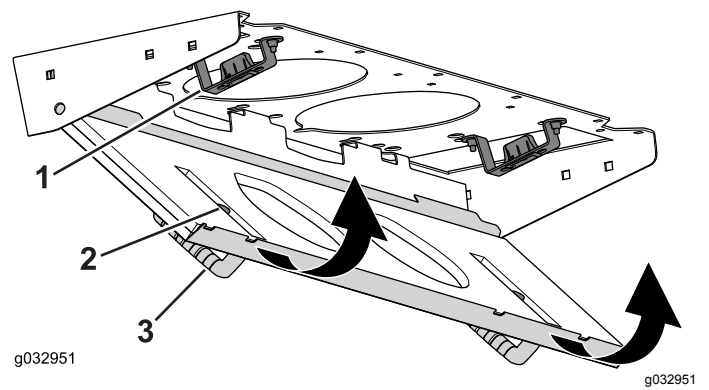

Figure 93
- Faites pivoter le filtre sur les languettes jusqu'à ce que le pêne s'enclenche dans la gâche (Figure 93).